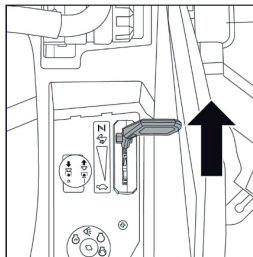

FIG.13
2. RETIRE EL TAPÓN DEL DEPÓSITO (FIG. 13)